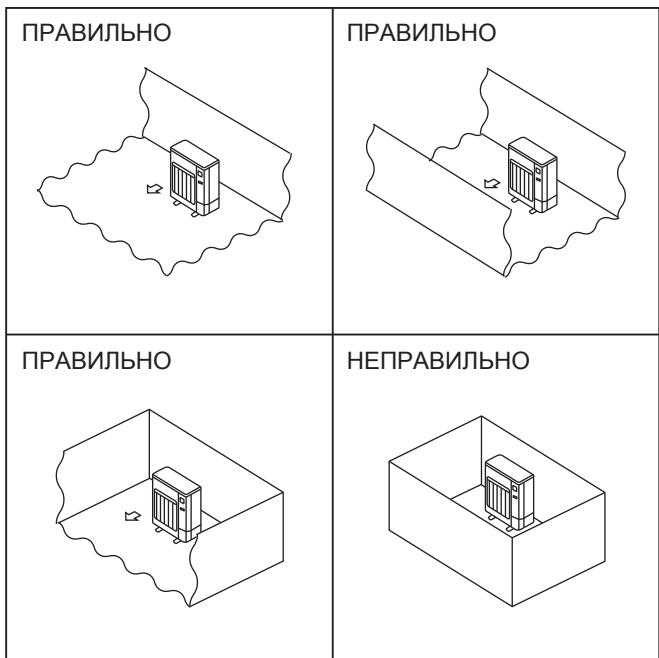

Fig. 2-2
- ◎ Установлюйте зовнішні блоки в місцях, де принаймні одна з чотирьох сторін відкрита, або в досить великому просторі без перешкод. (Fig. 2-2)